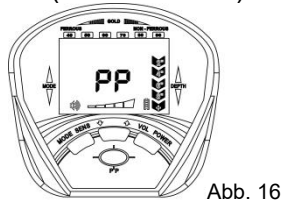

Abb. 16
a) Drücken Sie die Taste „PP“ leicht und die PP-Anzeige leuchtet und blinkt. Der Detektor schließt den Abgleich ab und die PP-Anzeige hört auf zu blinken. Die Identifizierungsanzeige und die Digitalanzeige sind erloschen, die Tiefenanzeige ist vollständig und der Detektor gibt einen leichten einfrequents Ton ab. (Siehe Abb. 16)